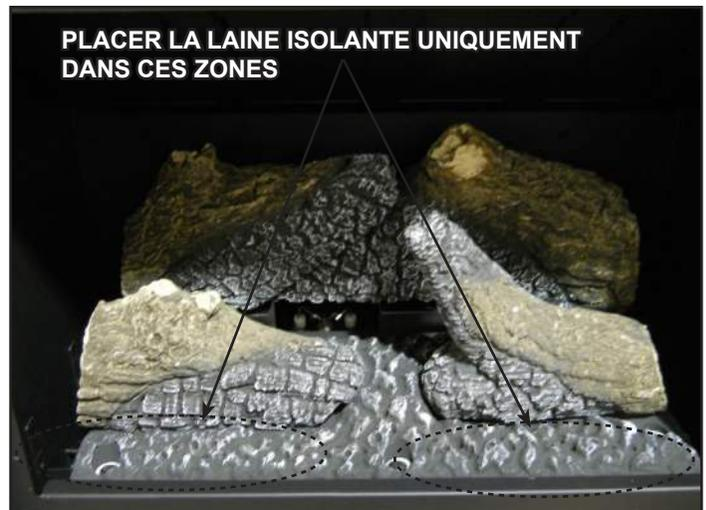

Figure 5. Disposition de la laine isolante
**Laine isolante (050-721)** : Placez des morceaux de laine isolante de la taille d'une pièce de dix cents, un peu partout sur les orifices du brûleur. Ne placez la laine isolante que sur les orifices situés à l'avant des deux bûches avant, comme montré à la figure 5.